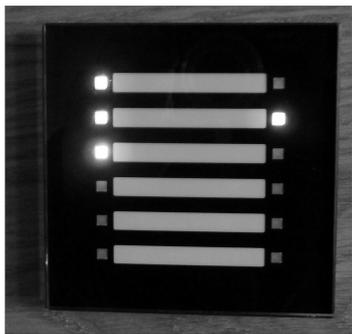

Abbildung 3.4 Statusanzeige über LEDs: Störungen, Meldungen, Alarm
- ▶ Statusanzeige von Zuständen auf einfachen Anzeigeelementen (Status-LEDs) von z. B. Meldungen und Störungen (Abbildung 3.4)